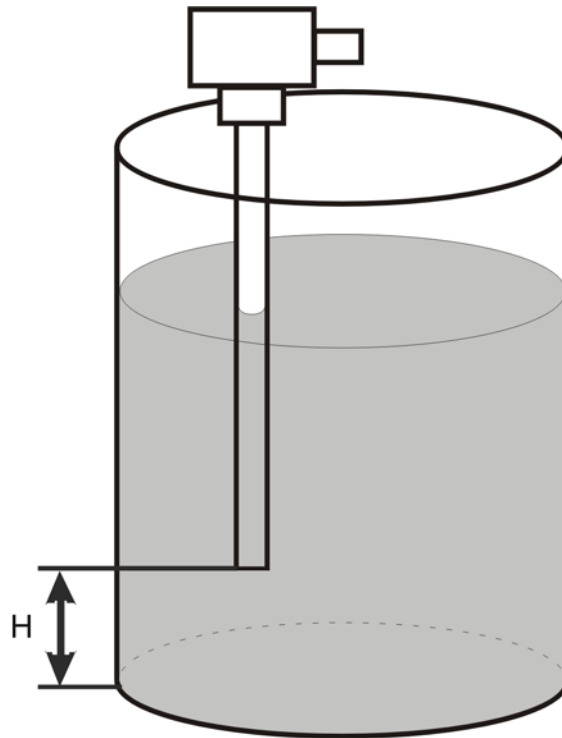

Рисунок 7
1) Установка нуля. Опорожнить резервуар до уровня, при котором ЧЭ погружен в контролируемую среду не более, чем на 3-5 мм. Установить бит 1 регистра управления (13). Прибор произведет замер емкости, соответствующей минимальному измеряемому уровню контролируемой среды. Замер емкости производится в течение одной секунды. Установка нуля производится однократно после монтажа прибора на объекте эксплуатации. Нулевая емкость заносится в энергонезависимую память прибора;
2) Первое заполнение. Установить бит 0 регистра управления (13) и со скоростью не более одного миллиметра в секунду наполнить резервуар. При этом прибор произведет замер электрической емкости каждой секции чувствительного элемента;
3) Воспользоваться рекомендациями относительно бита 0 регистра управления (13), приведенными в п.2.2.6.3;
4) Записать в регистры 10-11 расстояние Н (мм) от дна резервуара до торца чувствительного элемента прибора (рисунок 7). Значение расстояния по умолчанию – 0 мм;